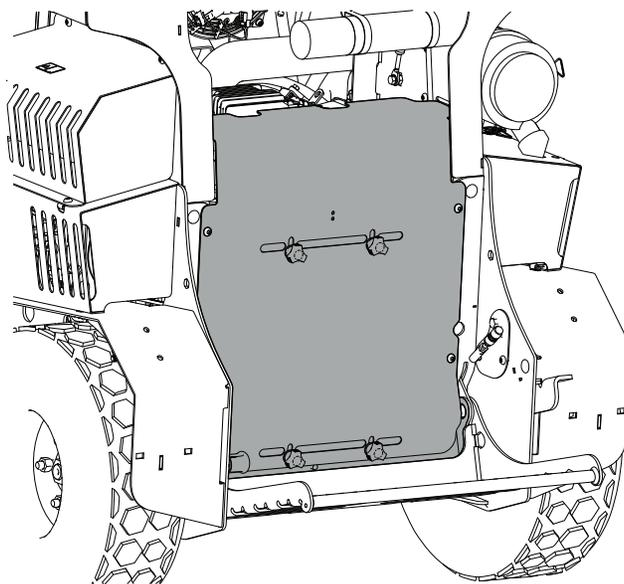

Figure 45
4. Retirez les 4 boulons qui fixent le panneau d'accès à la machine et déposez le panneau (Figure 45).